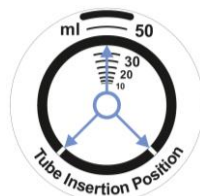

Figura 3. Colocación del tubo
- La colocación del tubo en el casquillo debe ser la siguiente: La marca de los volúmenes del tubo TPP debe estar entre y opuesta a las dos marcas del rotor (figura 3); esta posición permite que la luz del láser se transmita sin interrupción por las diferentes marcas presentadas en la superficie exterior de los tubos.